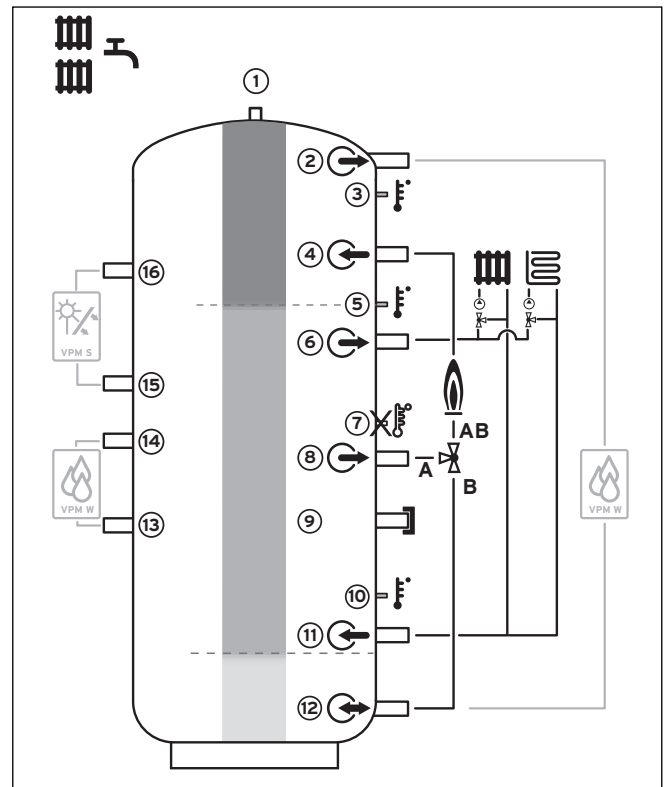

Рис. 4.2 Схема соединений при применении в квартирах
- Установите насосную группу свежей воды на подающей и обратной линии (см. рис. 4.2, 13/14).
- Установите насосную группу нагрева от геосистемы на подающей и обратной линии (см. рис. 4.2, 15/16).
- Установите три датчика температуры VR 10 из объема поставки регулятора для геиоустановок VRS 620/3 в гильзы для датчиков (см. рис. 4.2, поз. 3, 5 и 10) буферной ёмкости.
Если по гидравлической схеме требуется моторизованный переключающий клапан для переключения между частью приготовления горячей воды и частью для отопления, действует следующая установка (см. рис. 4.2):